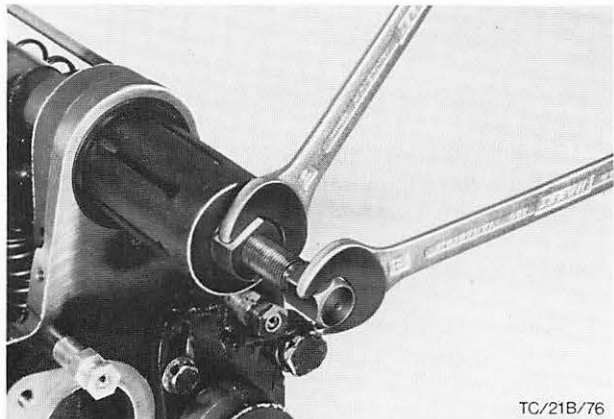

Abb. 270 Radialdichtring mit Spezialwerkzeug 21-008-A ausbauen
4. Zahnriemenrad-Nockenwelle und Anlaufblech abnehmen. Radialdichtring mit Spezialwerkzeug 21-008-A ausbauen, Abb. 270.